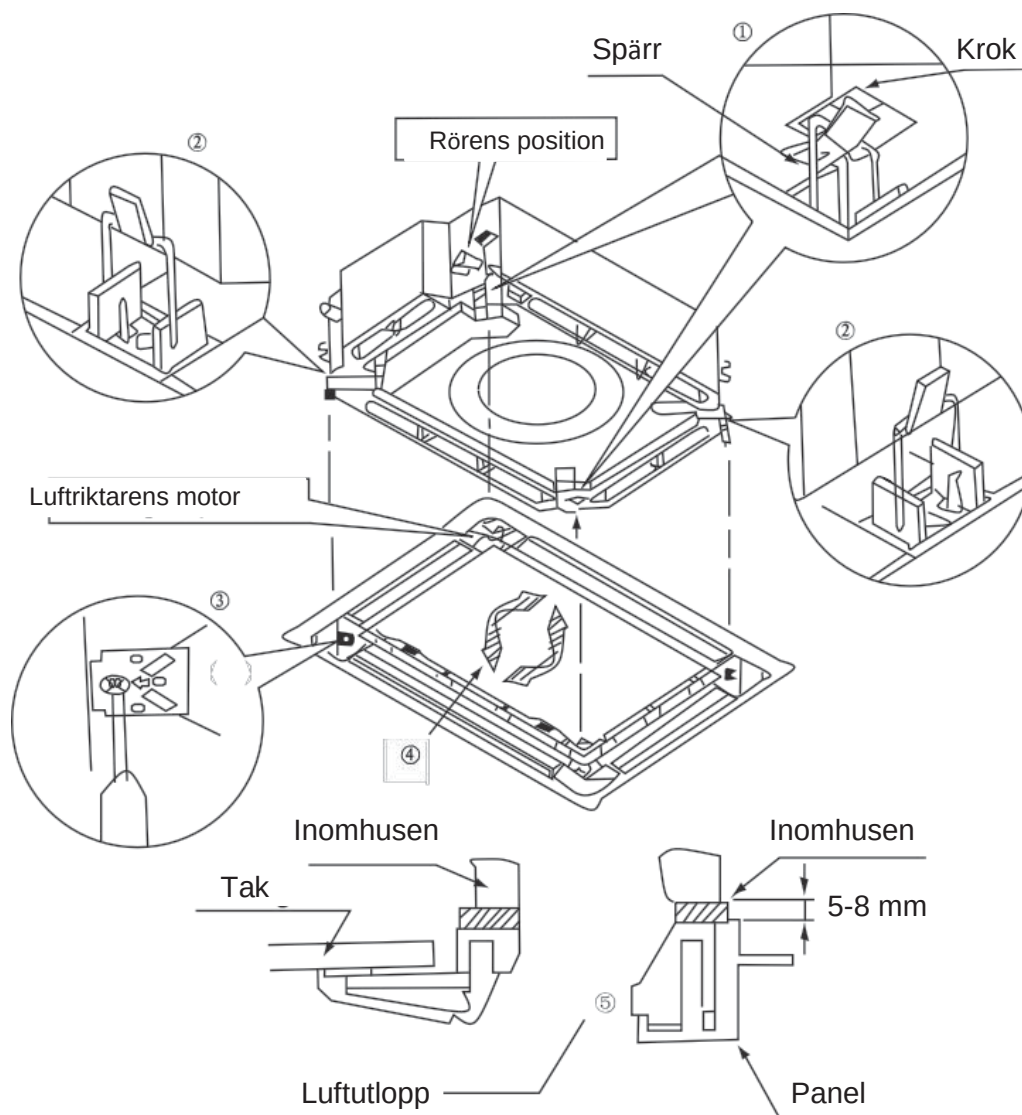

Bild 38
- (1). Placera panelen på enheten och lås krokarna mellan och mittemot luftriiktarens motor. (2). Lås de två andra krokarna.
(4). Justera panelen i riktning med pilen på bild 38.